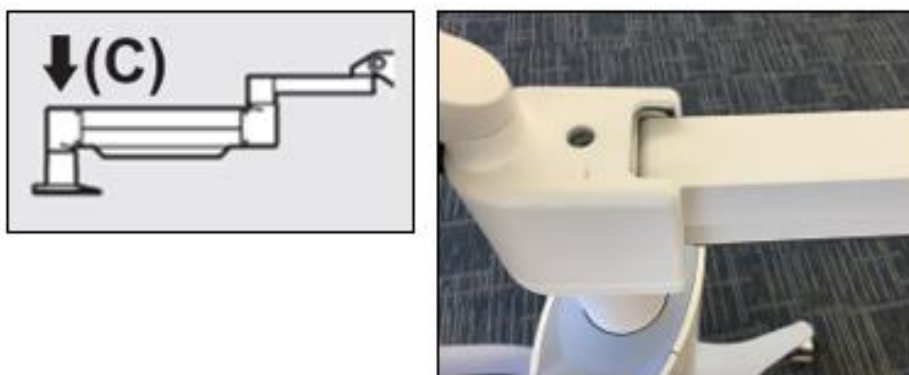

Figura 4-7. Impostazione della tensione del braccio con la vite di regolazione della resistenza **C**
- Impostare la tensione del braccio con la vite di regolazione della resistenza **C**. Usare una chiave Allen da  $\frac{7}{32}$ " e ruotare la vite **C** in senso antiorario fino a quando il braccio comincia a muoversi lentamente verso l'alto. Dopo la regolazione, quando il braccio viene spinto leggermente verso il basso si deve avvertire un lieve rimbalzo. Vedere la Figura 4-7.